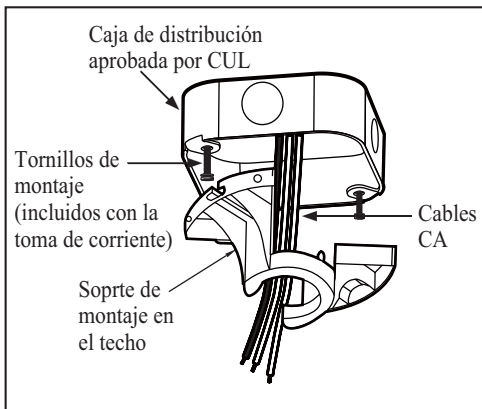

Figura 11
2. Monta el soporte de montaje sobre la caja eléctrica deslizando el soporte de montaje sobre los tornillos suministrados con la caja eléctrica. (Figura 11) Cuando uses el montaje “cerca del techo” es importante que el soporte de montaje esté nivelado. Si fuera necesario, utiliza arandelas niveladoras (no incluidas) entre el soporte de montaje y la caja eléctrica. Fíjate que el lado plano del soporte de montaje esté hacia la caja eléctrica. (Figura 11)